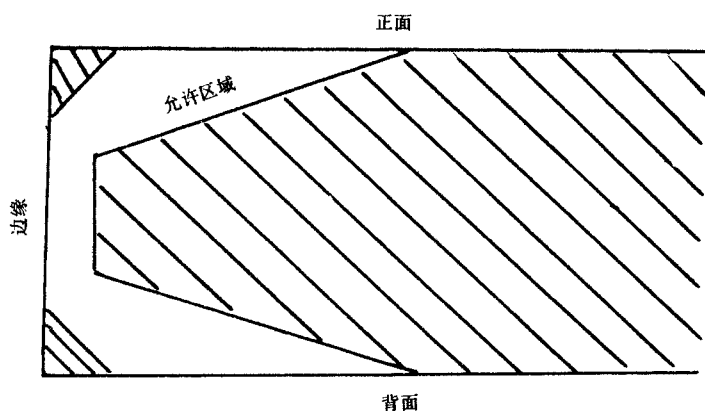

图1 标准模版图形
5.1 检验用的标准模版图形如图1,其特征点坐标和基本尺寸应符合图2和表1的规定。标准模版的制作方法按图1、图2、表1的规定。